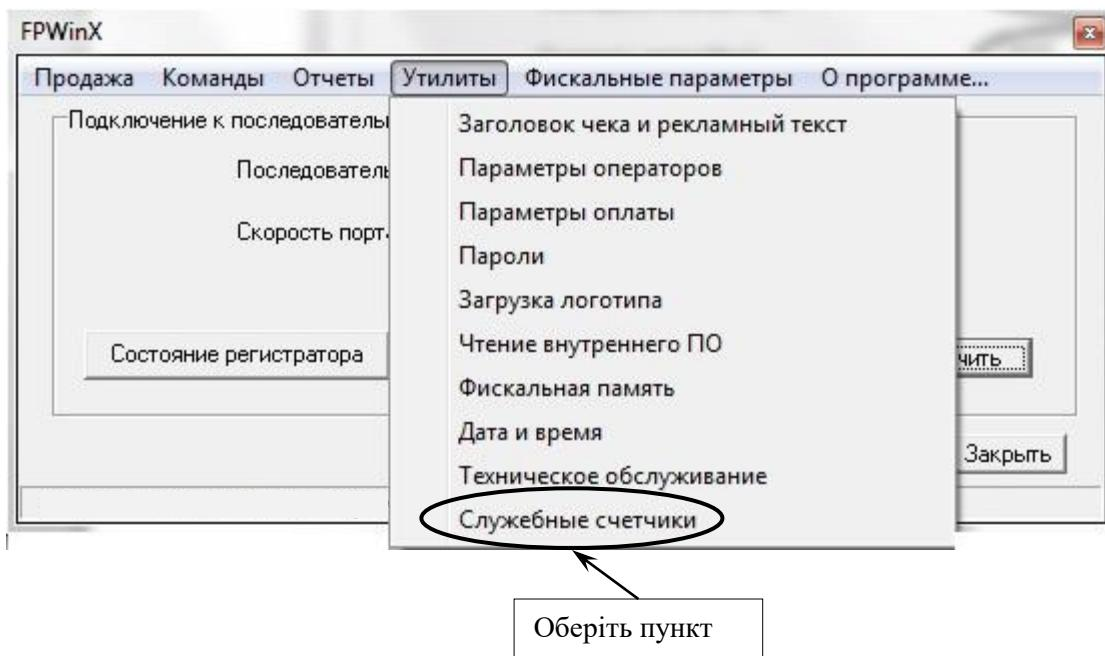

Рисунок 39
– у вікні програми обрати закладку «Утиліти», далі у випадаючому меню обрати пункт «Служебные счетчики» (рисунок 39);